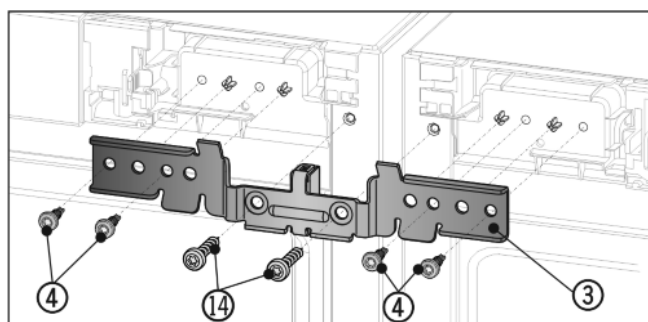

Fig. 7
- Împingeți vinclul Fig. 7 (3) cu piesa distanțieră între aparate și pe cepuri. Prindeți vinclul în patru șuruburi Fig. 7 (4) și în cele două șuruburi pentru pământare Fig. 7 (14) alternant, pe dreapta și stânga fără a strânge.